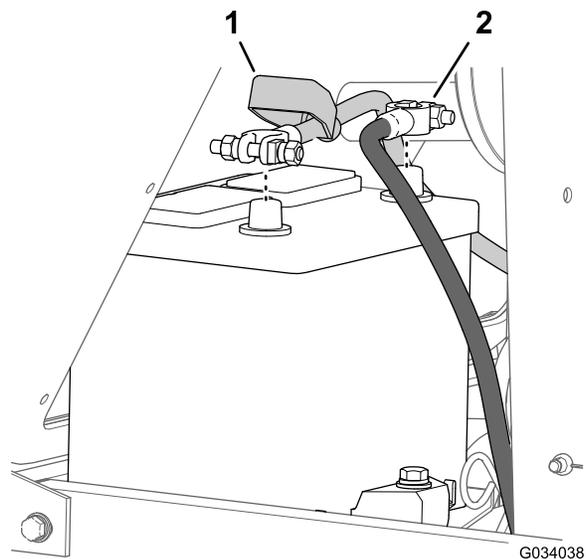

Bild 56
2. Klemmen Sie das Minuskabel (-) vom Batteriepol ab (Bild 56).
3. Schieben Sie die Isolationsskappe von der Kabelklemme der Batterie weg (Bild 56).
4. Klemmen Sie das Pluskabel (+) vom Batteriepol ab (Bild 56).
7. Schließen Sie die Batteriekabel wieder an, Pluskabel (+) am Pluspol der Batterie (Bild 56).
8. Schließen Sie das Minuskabel (-) am Minuspol der Batterie an (Bild 56).